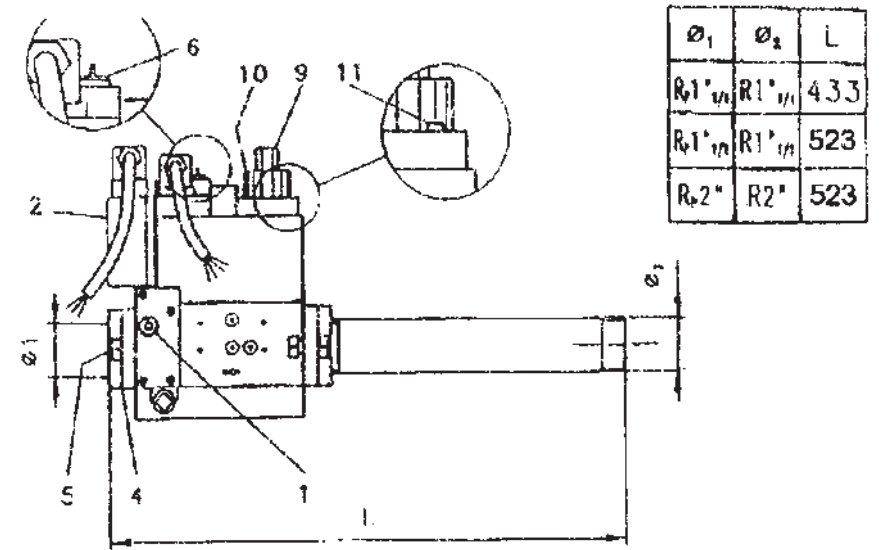
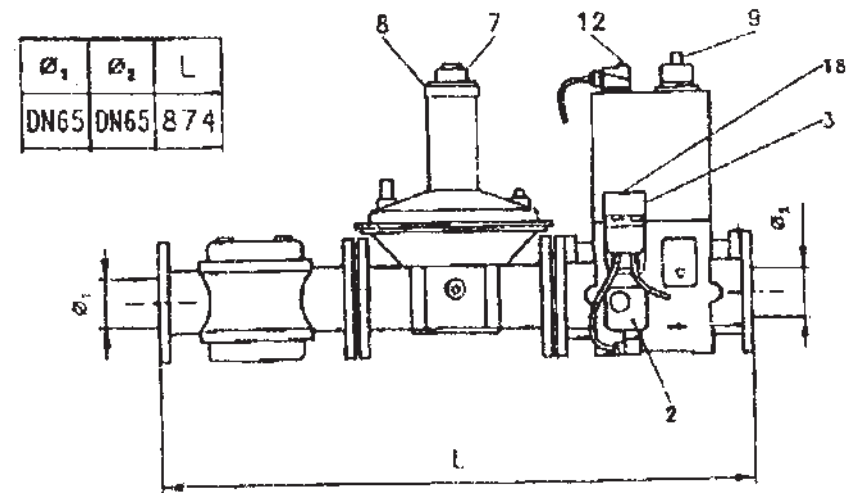

Рис. 3
Рис. 4
При необходимости ее установки с правой стороны от горелки, перенести приемку газа (1) газовой линии (Рис. 3), пресостат минимального давления газа (2) и контроль герметичности (если он есть) на противоположную сторону от группы клапанов линии газа (Рис. 4).
Соединения между магистральной линией газа и линией управления осуществляются при помощи фланца (4), поставляемого вместе с винтами (5) (Рис. 3).
Линия управления газа (Рис. 4):
Линия управления газа (Рис. 4)
Работа стабилизатора давления более эффективна при большой потере давления Δp на выходе и входе стабилизатора. Кроме того, ее функциональность увеличивается при увеличении давления на выходе от стабилизатора. Это увеличение давления достигается ограничением открытия клапанов, которые находятся после стабилизатора. Выходное давление, которое отражается на линии управления (Рис. 3), начиная со стабилизатора в сторону минимального газа или в сторону приемки Рс контроля герметичности. Если контроль герметичности присутствует, то давление может измениться в пределах 10 - 30 мбар. Если понадобятся другие значения давления, то замените синюю пружинку (отвинтите крышку (8)) на другую (например, на пружинку красного цвета) = 25 и 55 мбар или черного цвета 50 - 110 мбар и т.д.).
В случае, когда линия управления присоединена к газу, который может иметь изменения давления в зависимости от тепловой мощности, тогда стабилизатор необходимо отключать. В линии газа (Рис. 3) регулировка осуществляется с помощью специального устройства, в других газовых линиях регулировка осуществляется завинчиванием до упора оси регулирования.
Линия управления газа (Рис. 3)